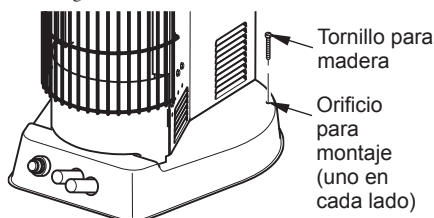

Figura 11. Montaje del calentador al piso
5. Coloque el calentador sobre los orificios. Asegure la base al suelo con tornillos para madera. Consulte la figura 11.